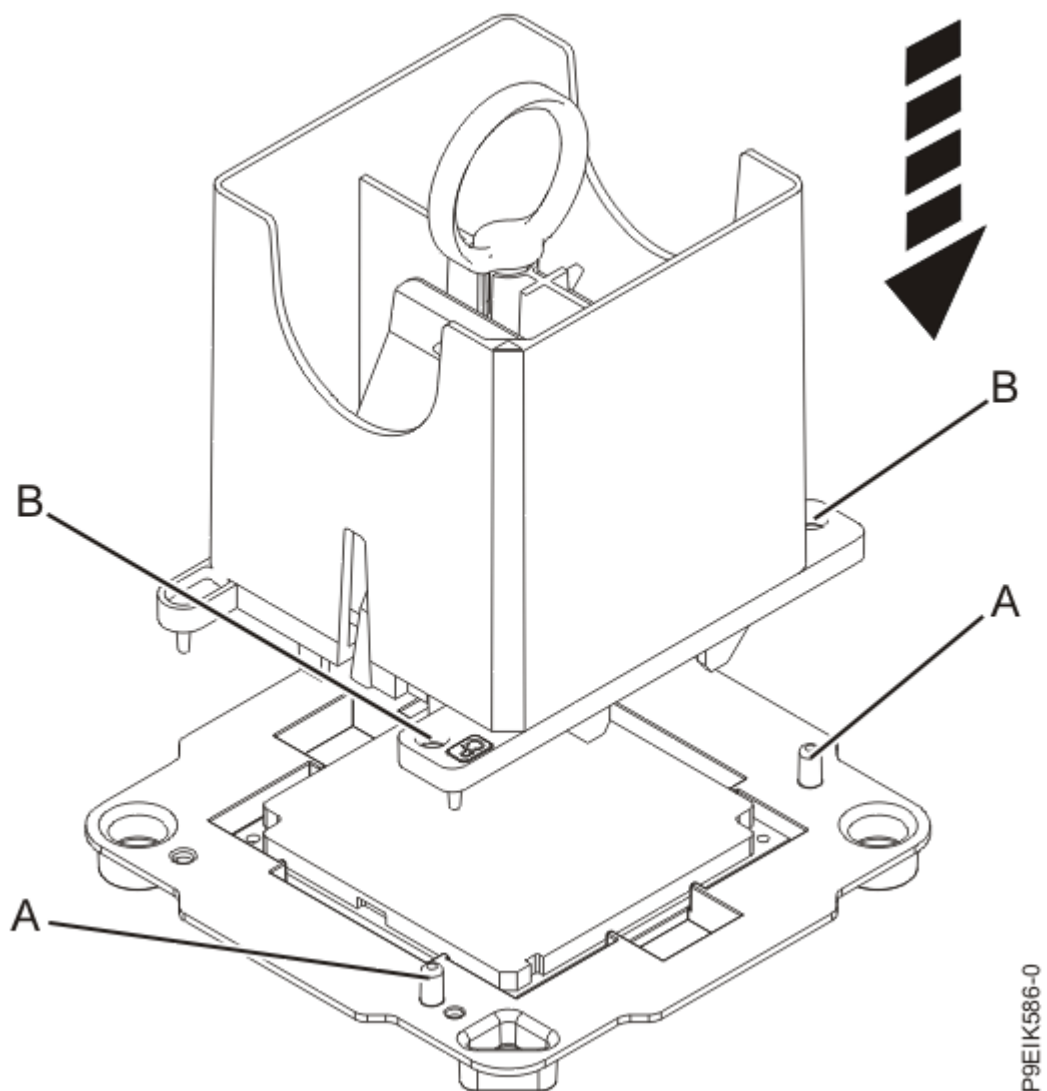

Abbildung 15. Ausbauwerkzeug auf das Systemprozessormodul herabsenken
- b) Senken Sie das Werkzeug über dem Systemprozessormodul ab (siehe Abbildung 15 auf Seite 18). Stellen Sie sicher, dass die Abschrägung des Werkzeugs an der Abschrägung des Systemprozessormoduls ausgerichtet ist. Stellen Sie sicher, dass die beiden Führungsstifte **(A)** auf jeder Seite des Werkzeugs in die für die Ausrichtung vorgesehenen Löcher **(B)** eingeführt werden.